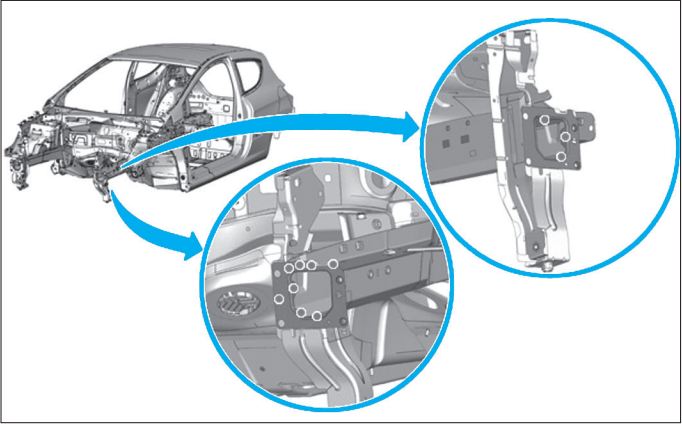

FIG. 4
• Souder la platine par pointages électriques (Fig.4).